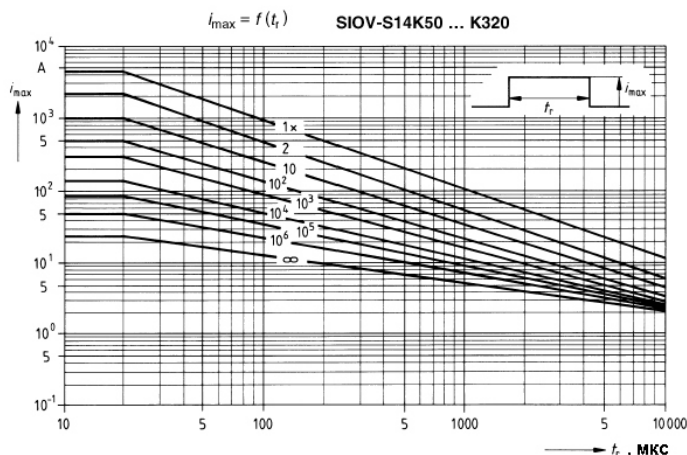

Рис. 2.
2. Величина тока перегрузки i_{MAX} 8/20 (см. рис. 2) характеризует амплитуду, длительность и число импульсов тока стандартной формы (символ "8/20" определяет параметры отдельного импульса - см. рис. 3), которые могут быть приложены к варистору в течение всего его срока эксплуатации.
- 1) уровень максимально допустимого периодического импульсного тока $i_{max}=f(t_r)$ при различном количестве импульсов и их длительности (Рис.2: характеристика $i_{max}=f(t_r)$).
1) Характеристика $i_{max}=f(t)$ (см. Рис.2)
Множители "1x", "2", "10"... на графике Рис.2 соответствуют максимальному количеству импульсов, приложенных к варистору. Кривая $i_{max}=f(t)$ - кусочно-линейная, с постоянным значением i_{max} в пределах до 20 мкс, и линейным спаданием i_{max} при увеличении длительности импульса более 20 мкс. Масштаб графика - логарифмический, цифрами "5" обозначена середина для каждого из подинтервалов степени 10. Зависимость $i_{max}=f(t)$ определяется (в первую очередь) размером диска варистора, а также, его номинальным напряжением.